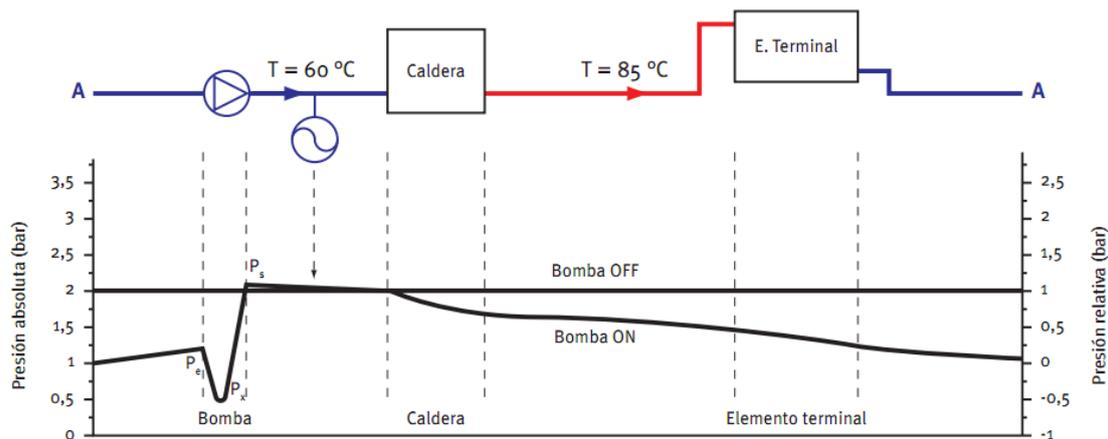

Figura 7.7 – Distribución de presiones en circuito cerrado y vaso de expansión en impulsión de la bomba
La figura 7.7 muestra la distribución de presiones en un circuito cerrado cuando el vaso de expansión se sitúa en la impulsión de la bomba (3). Al arrancar la bomba, la presión inicial p_i permanece constante en el punto donde se entra el vaso de expansión, esto es, en la impulsión de la bomba (se considera que la pérdida de presión entre la bomba y el vaso de expansión son despreciables). La presión a la entrada de la bomba p_e queda por debajo de la presión inicial: $p_e = p_i - \Delta p_e$, siendo Δp_e el incremento de presión producido por la bomba. La presión mínima de la bomba queda: